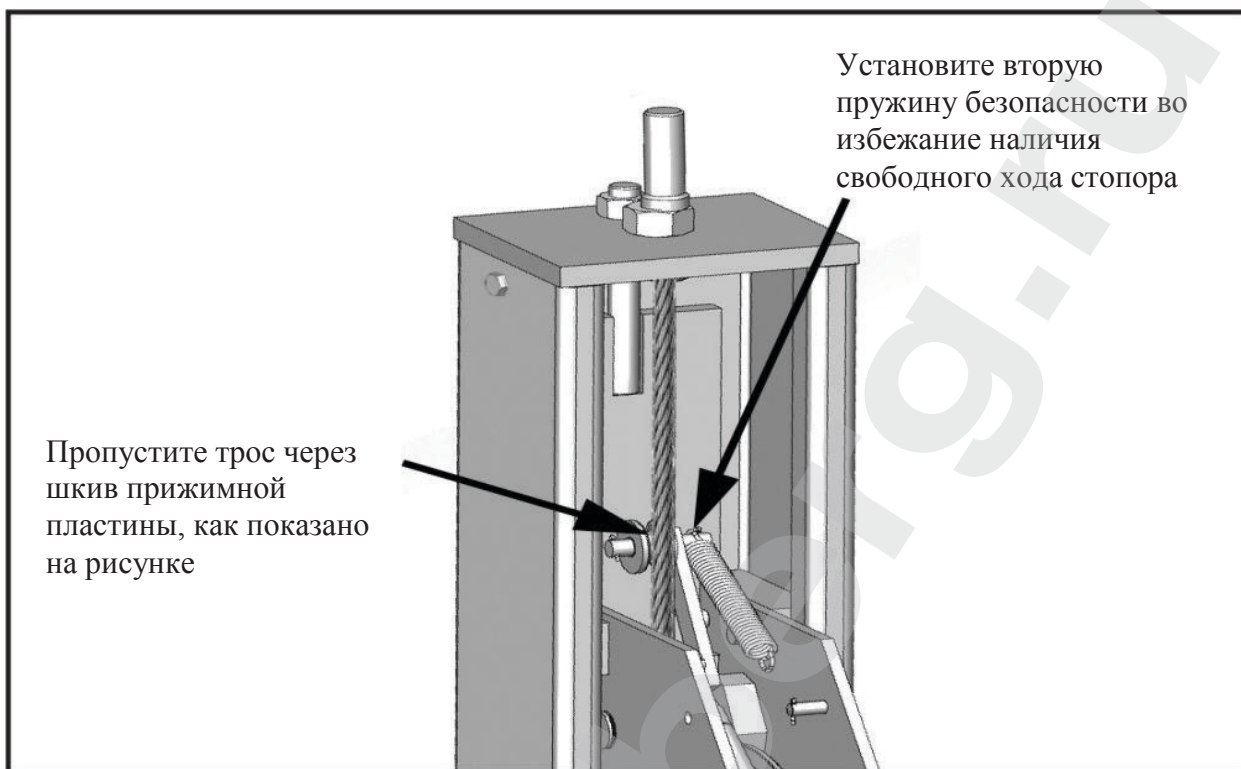

Рис. 8.3
3. Пропустите тросы через шкив прижимной пластины и потом подведите их к вершине каждой стойки. Закрепите тросы, используя шестигранные гайки М18 и плоские шайбы (см. рис. 8.3).